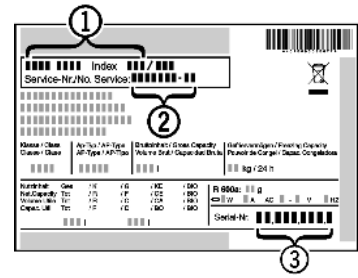

Fig. 68
- ▶ Назва пристрою Fig. 68 (1), сервісний номер Fig. 68 (2) та серійний номер Fig. 68 (3) вказані на заводській табличці. Заводська табличка знаходиться всередині пристрою, зліва.